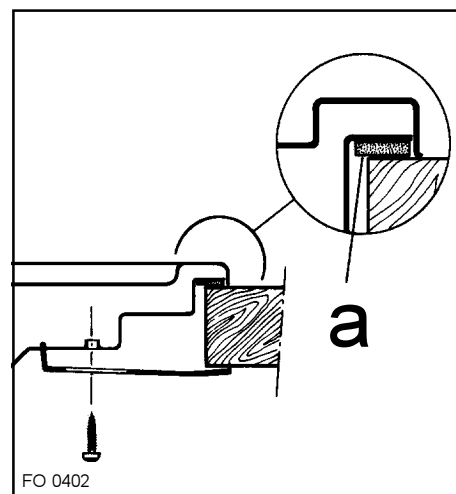

Fig. 8
- fixez la table au meuble à l'aide des pattes de serrage prévues à cet effet (Fig. 8).